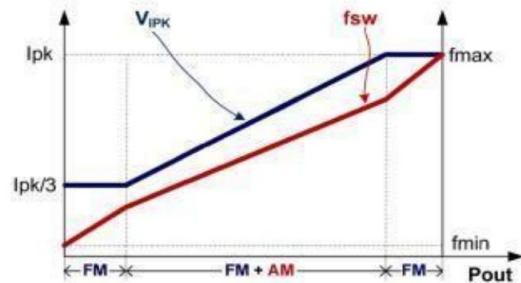

图 1
为满足系统平均效率和空载待机方面的严格要求, KP1505采用了调幅控制 (AM) 和调频控制 (FM) 相结合的工作模式, 如图 1 所示。